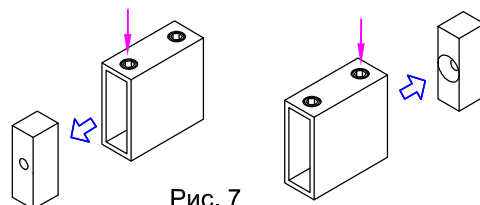

Рис. 7
3.1. Разобрать оба крепления рельс - стена №10. Для этого нужно открутить фиксирующий винт и вынуть фиксирующую бобышку (рис.7).